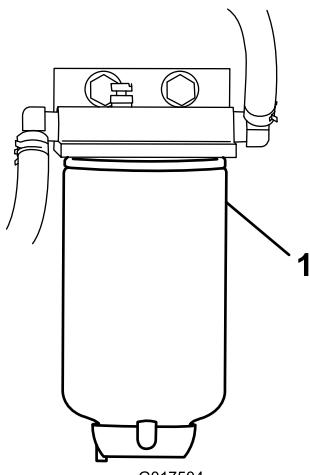

Figura 37
3. Svitate il filtro carburante dalla staffa (Figura 37).